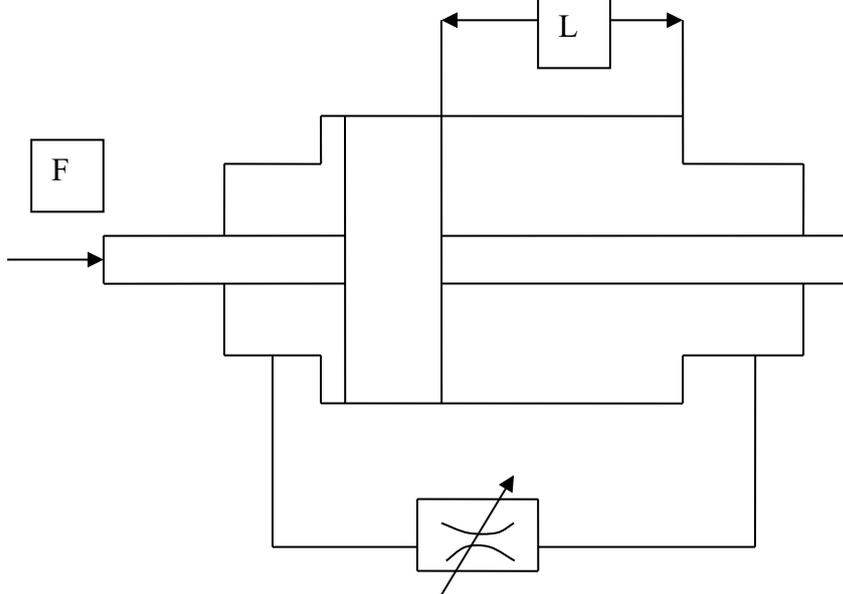

Рис. 11
**Задача 12.** Правая и левая полости цилиндра гидротормоза, имеющего диаметр поршня  $D = 140 \text{ мм}$  и диаметр штока  $d = 60 \text{ мм}$ , сообщаются между собой через дроссель с площадью проходного сечения  $S_{др} = 20 \text{ мм}^2$  и с коэффициентом расхода  $\mu = 0,65$ . Определить время, за которое поршень переместится на величину хода  $L = 350 \text{ мм}$  под действием силы  $F = 15 \text{ кН}$ , плотность жидкости  $\rho = 900 \text{ кг/м}^3$ . Рис. 11.